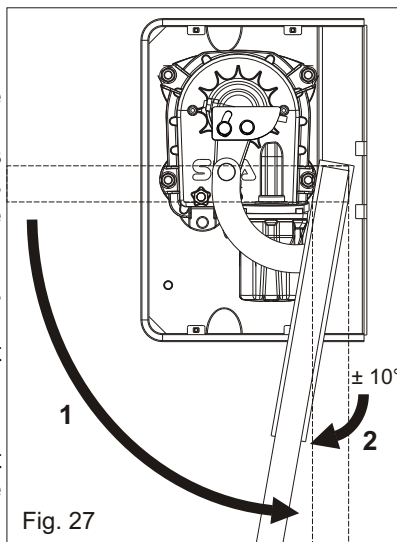

Fig. 27
6.3. Porter les vantaux en complète ouverture (1) et reporter les en arrière d'environ 10° (2) (Fig. 27).